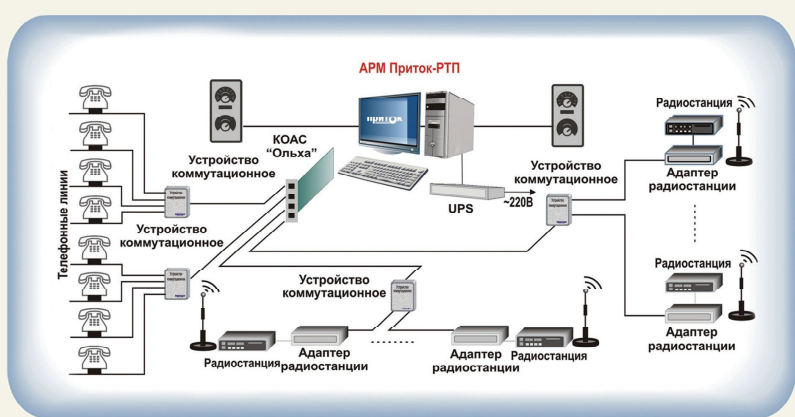

Рис. 12 ПЦН для записи и воспроизведения аудиоинформации Приток-РТП
11. Подсистема регистрации телефонных и радиопереговоров Приток-РТП создается методом установки плат оцифровки и сжатия речи в одну из рабочих станций, в которую загружается ПО АРМ Приток-РТП (см. рис. 12). Это обеспечивает запись аудиоинформации, поступающей с различных каналов, подключаемых к данной плате, на жесткий диск данной рабочей станции. ПО АРМ «Приток-РТП» позволяет, по заданным параметрам, производить поиск и воспроизведение ранее записанной аудиоинформации. Данная подсистема позволяет организовывать систему оповещения. Подсистема оповещения создается путем подготовки аудиообщений, которые воспроизводятся абонентам по заранее подготовленному расписанию.